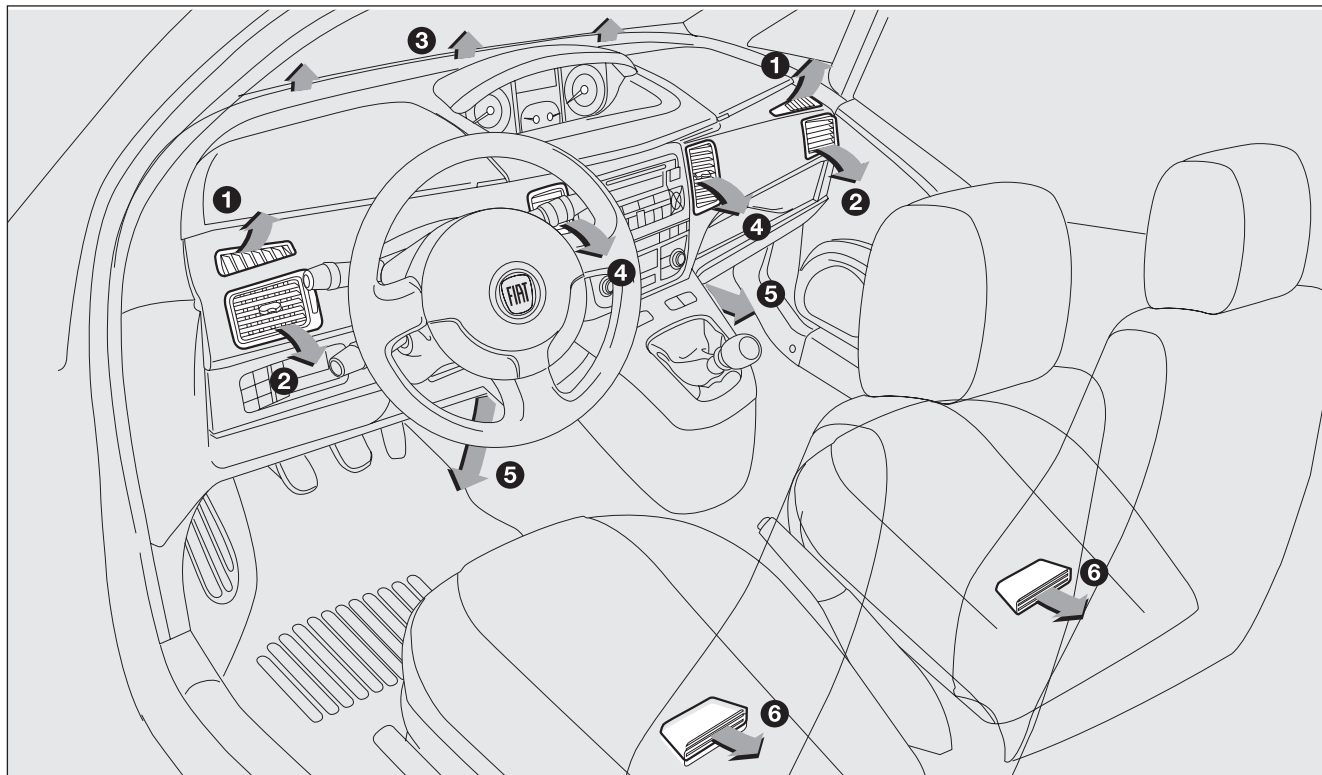

fig. 60
- ↗ salida de aire a través de las rejillas centrales y laterales (2) y (4) **fig. 60**;
- ↘ salida de aire a través de las rejillas centrales y laterales (2) y (4) y hacia abajo (5) y (6) **fig. 60** (función bilevel);
- ↙ salida de aire hacia abajo (5) y (6) **fig.60**;
- ☹ salida de aire hacia abajo (5) y (6) y simultáneamente hacia el parabrisas (3) **fig. 60**;
- ☹☹ desempaña y descongela el parabrisas (3) y los cristales laterales delanteros (1) **fig. 60**.
- ☐ abra completamente las rejillas de aire centrales (4) y laterales (2) **fig. 60**;
- salida de aire a través de las rejillas centrales y laterales (2) y (4) **fig. 60**;
- salida de aire a través de las rejillas centrales y laterales (2) y (4) y hacia abajo (5) y (6) **fig. 60** (función bilevel);
- salida de aire hacia abajo (5) y (6) **fig. 60**;
- salida de aire hacia abajo (5) y (6) y simultáneamente hacia el parabrisas (3) **fig. 60**;
- desempaña y descongela el parabrisas (3) y los cristales laterales delanteros (1) **fig. 60**.